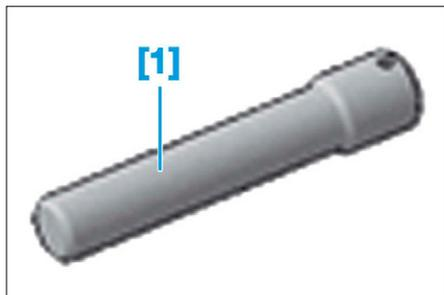

FIG. 1
- [1]. Arrêt de volant moteur (Fig.1).